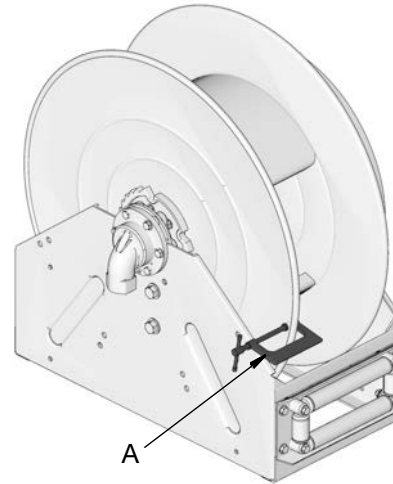

ABB. 10
13. An der Aufrollerspule wie in dargestellt in ABB. 10 eine Schraubzwinde (A) befestigen, um zu verhindern, dass sich der Aufroller unbeabsichtigt löst und frei rotiert.